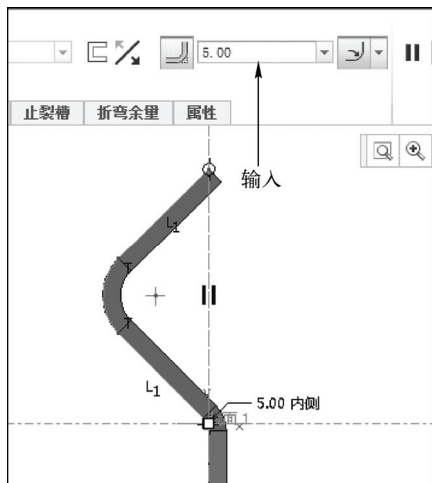

图 13-24 设置参数
STEP 08 单击“关闭”面板中的“确定”按钮，完成截面绘制并退出草绘环境。在“输入折弯的半径值”文本框中输入“5.00”，按〈Enter〉键确认，如图 13-24 所示。